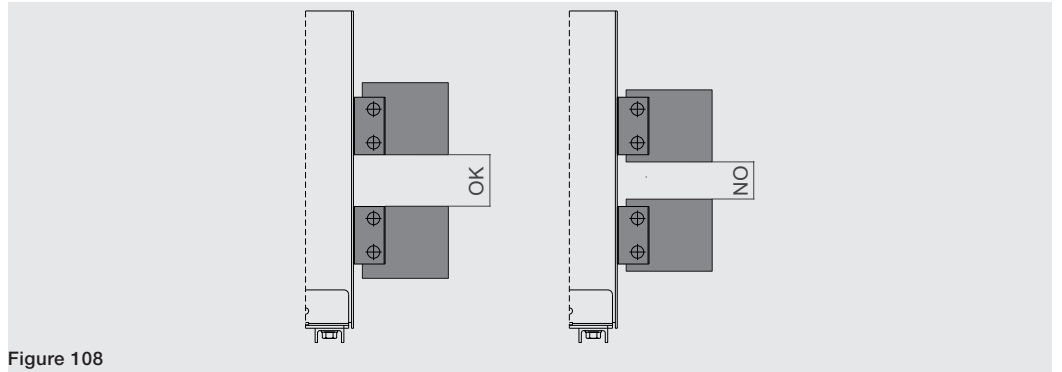

Figure 108
- Garantir la distance maximale possible entre les barres d'entrée et celles de sortie. Voir exemple Figure 108.